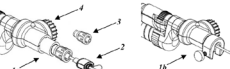

Figura 1
- Se utilizar uma broca aspiradora de canal de trabalho (**Figura 1**), foi adicionado um mecanismo de controlo da profundidade com **luer (1a)** ou um acessório MINOP exclusivo (**1b**) para o estabelecimento de interfaces com os endoscópios.